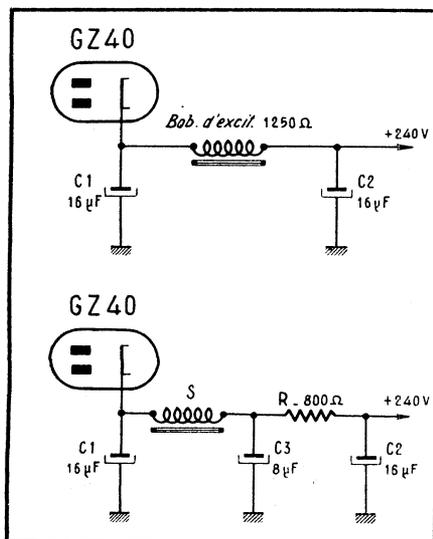

Fig. 1. — Remplacement d'un H.P. à excitation par un H.P. à aimant permanent et modification du filtrage.
Cette modification a consisté à réaliser un filtre à deux cellules (fig. 1), comportant une bobine (S) de 5 henrys, 500 ohms, capable de supporter, en fonctionnement normal, un courant de l'ordre de 70 mA, et une résistance R de 800 ohms.